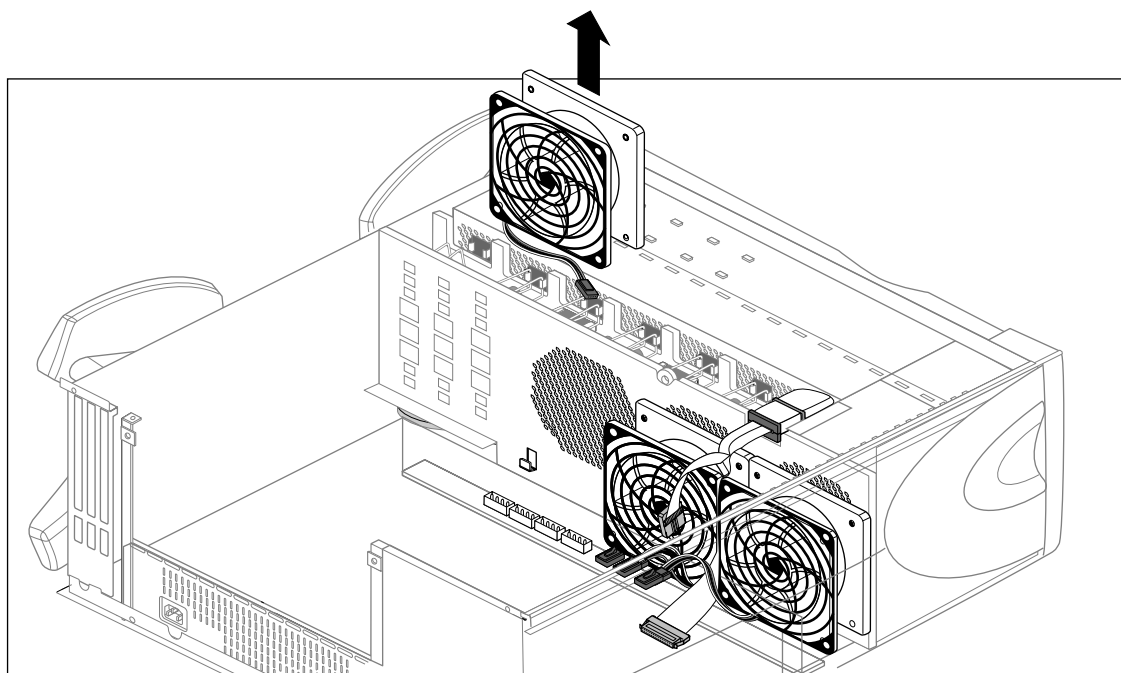

Figure 9-4 Retrait du ventilateur du système
3. Retirez le ventilateur en le soulevant, comme illustré à la Figure 9-4.